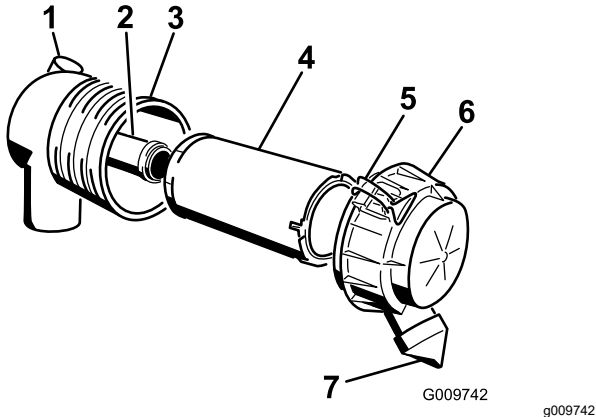

Figure 37
- Sortez le préfiltre du boîtier du filtre avec précaution (Figure 37).
- Si vous remplacez l'élément filtrant de sécurité, insérez-le avec précaution dans le boîtier du filtre (Figure 37).
- Reposez le couvercle du filtre à air, le côté portant l'inscription « UP » en haut, et verrouillez-le (Figure 37).